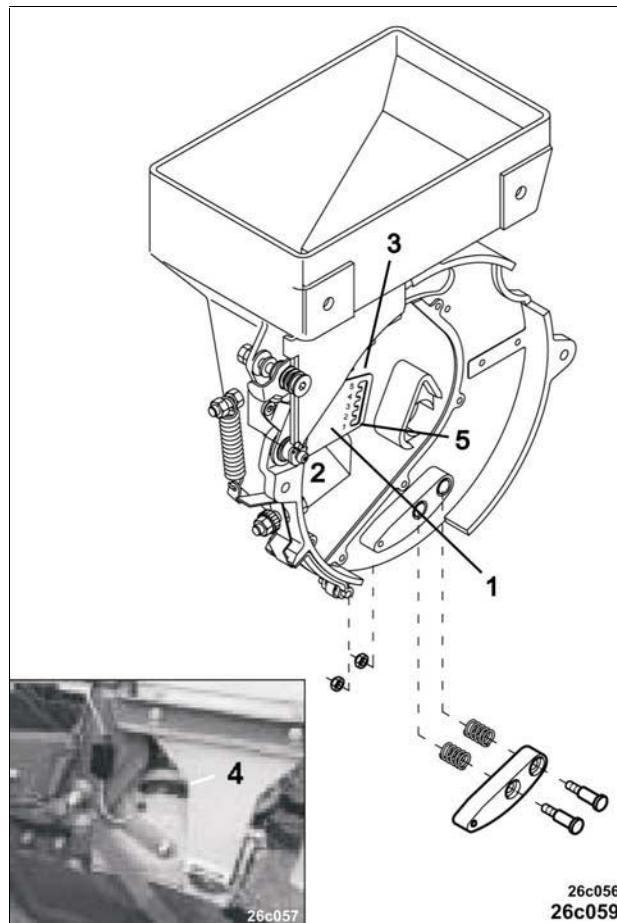

Рис. 69
Положение ограничительной заслонки (Рис. 69/1) определяет сечение впускного отверстия посевного материала (Рис. 69/2) к высевной коробке.
Ограничительные заслонки устанавливаются в пяти положениях (1 - 5), которые различаются по маркировке (Рис. 69/3).
Если посевной материал виден в смотровом окошке (Рис. 69/4), высевная коробка наполняется ненадлежащим образом. Это приводит к переполнению высевной коробки и к неконтролируемому высеву семян.
В этом случае перемещение семян к коробке высевающего аппарата можно снизить при помощи ограничительной заслонки (Рис. 69/1). Для этого:
- Открутите винты (Рис. 69/5).
**Если посевной материал перемещается даже, несмотря на большое впускное отверстие ненадлежащим образом, переставьте ограничительную заслонку (Рис. 69/1)**